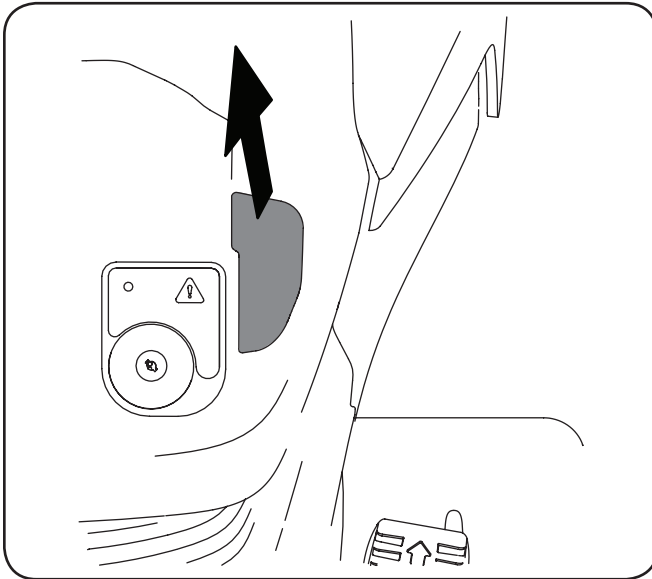

Figure 5-3
2. Tirez le levier de la prise de force  vers le haut pour embrayer le plateau de coupe. Voir Figure 5-3.